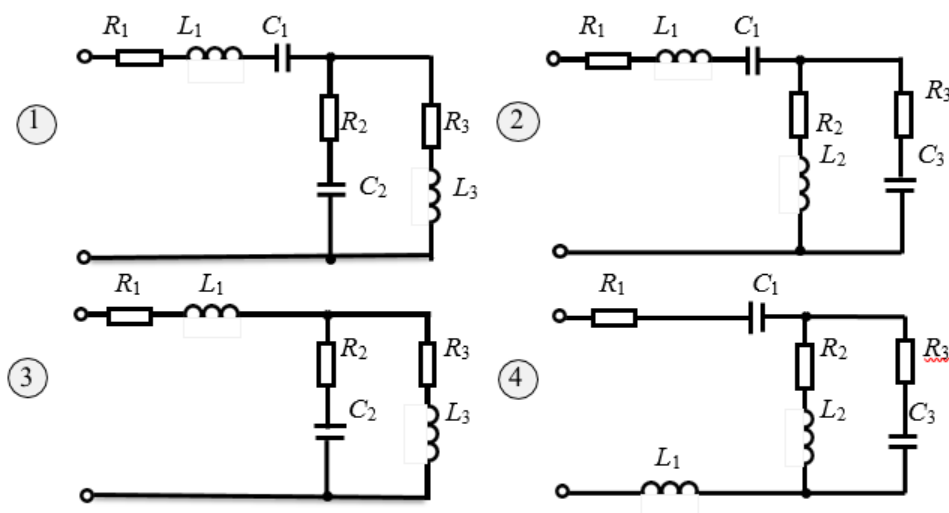

Рис.2. Схемы к задаче 2
- Числовые данные приведены в табл. 2, схемы показаны на рис. 2.